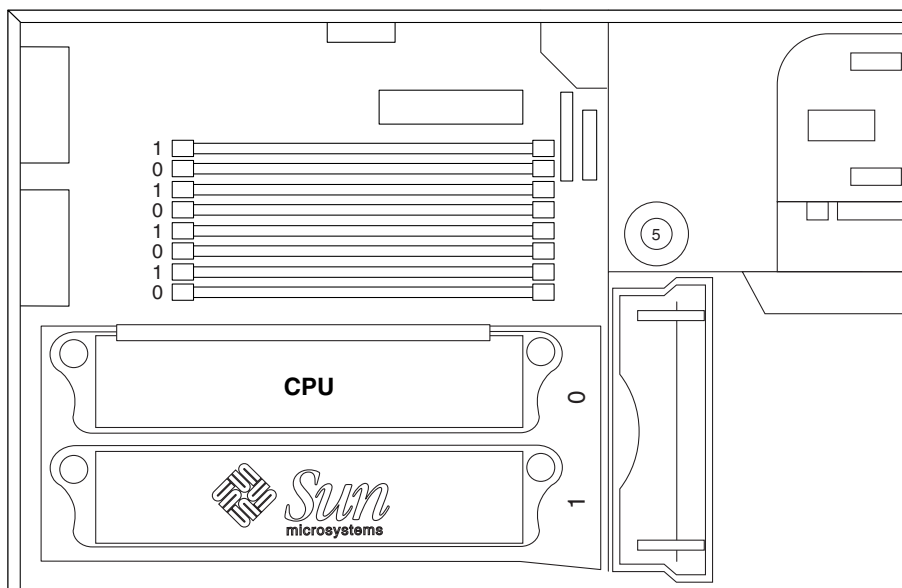

FIGURA 14 Banchi DIMM sulla scheda madre
- I moduli di memoria DIMM (Dual In-line Memory Modules) del sistema sono disposti in due banchi, banco 1 e banco 2, ciascuno dei quali è composto da quattro connettori. Vedere FIGURA 14.
- La posizione predefinita dei moduli DIMM installati in fabbrica è nei quattro connettori contrassegnati con lo "0" nella FIGURA 14.